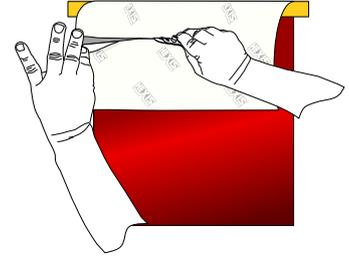

Abbildung 04
- Der Liner ist mit dem SHAGCUT ca. 30 cm vom Folienrand entfernt einzuschneiden. Anschließend ist der obere Folienbereich abzuziehen. (Abb. 04)